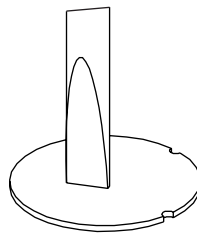

Figure 2
3. Remove 7/8" knockout at center of fixture by placing straight blade screwdriver on knockout and striking sharply with hammer (Always wear safety glasses when hammering). Remove slug by flexing back and forth with pliers. See Figure 2.
4. With power turned off, lift fixture housing to ceiling, centering over outlet box and parallel to walls. Mark ceiling with pencil for mounting holes through (2) 1/4" x 3/8" slots. Drill 1/8" pilot hole at each location.
3. Pour enlever la débouchure appuyer un tournevis sur celle-ci et donner un coup de marteau. (Toujours porter de lunettes de sécurité en utilisant un marteau.) Dégager la rondelle à l'aide de pinces puis l'enlever. Voir la Figure 2.
4. Amener le boîtier au plafond, centrer sur la boîte de raccordement. Tracer une marque au crayon à travers les rainures (2) de ¼ po x 3/8 po pour les trous de montage. Percer un trou de 1/8 po à chaque endroit.